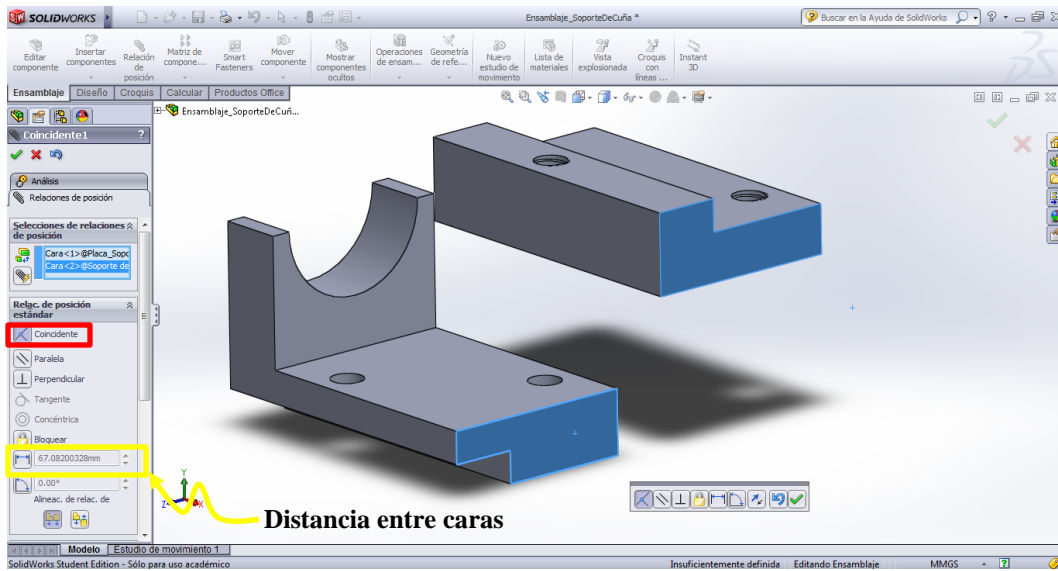

Figura 77. Selección de relación de posición “coincidente” entre dos caras.
- Ubique en el menú *Ensamblaje* >> *Relación de posición*. Aparecerá a la izquierda una ventana y seleccionará las caras o lados de cada componente que desea unir. Por ejemplo, seleccione las dos caras frontales, tal como se observa en la Figura 77, con la relación de posición “*Coincidente*”. Cuando ambas estén seleccionadas, notará que la pieza se moverá para